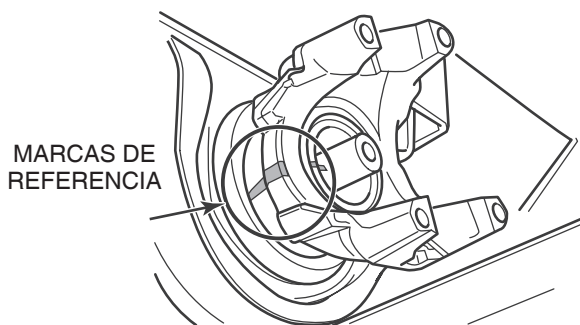

Figura 9.6
2. Marque el rebaje del yugo final y el “nariz” del eje de acoplamiento. Esto le ayudará a montar el yugo final del rodamiento central en su referencia de posición original. Figura 9.6.
5. Use un martillo de goma para insertar el yugo en las estrías del eje de acoplamiento. Las marcas de referencia en la línea de transmisión deben estar alineadas. Figura 9.6. Continúe punteando el yugo hasta que esté totalmente asentado en el rodamiento central. No use la tuerca empujar el yugo hacia abajo.